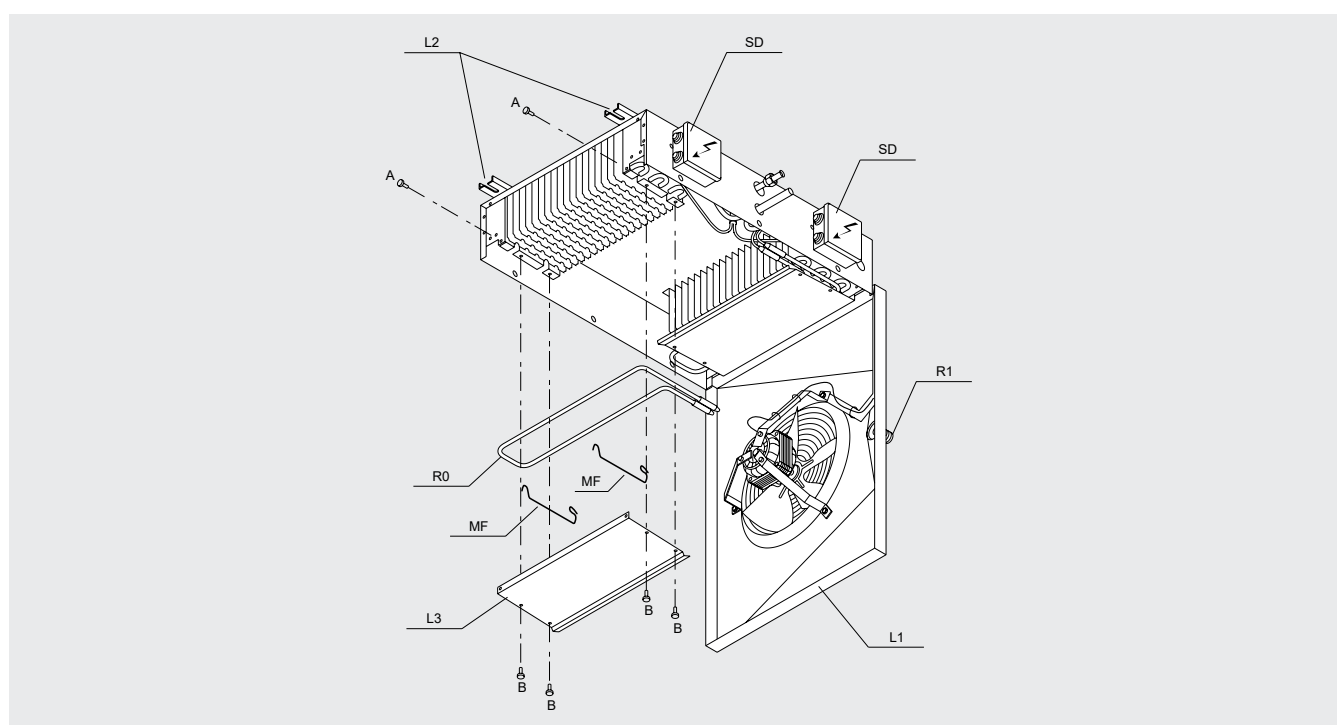

Figura 6
- 8.3 3. Acompañar el envolverte hasta la posición representada en la "Figura 6".